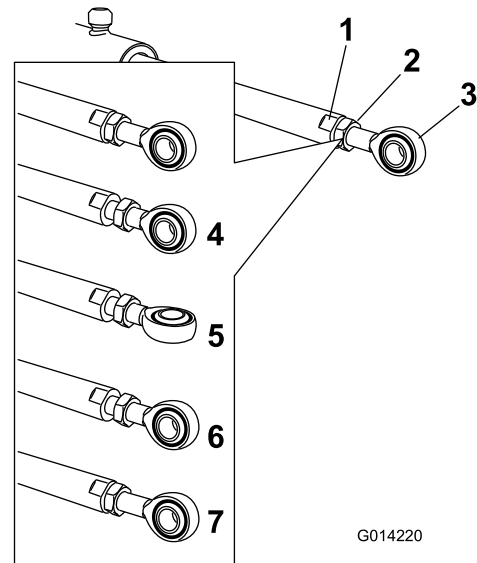

図 59
ゆるめて、アiletロッドを調整できるようにする 図 59。
- アiletロッドを回転させてアクチュエータを希望の長さに調整する 図 59。